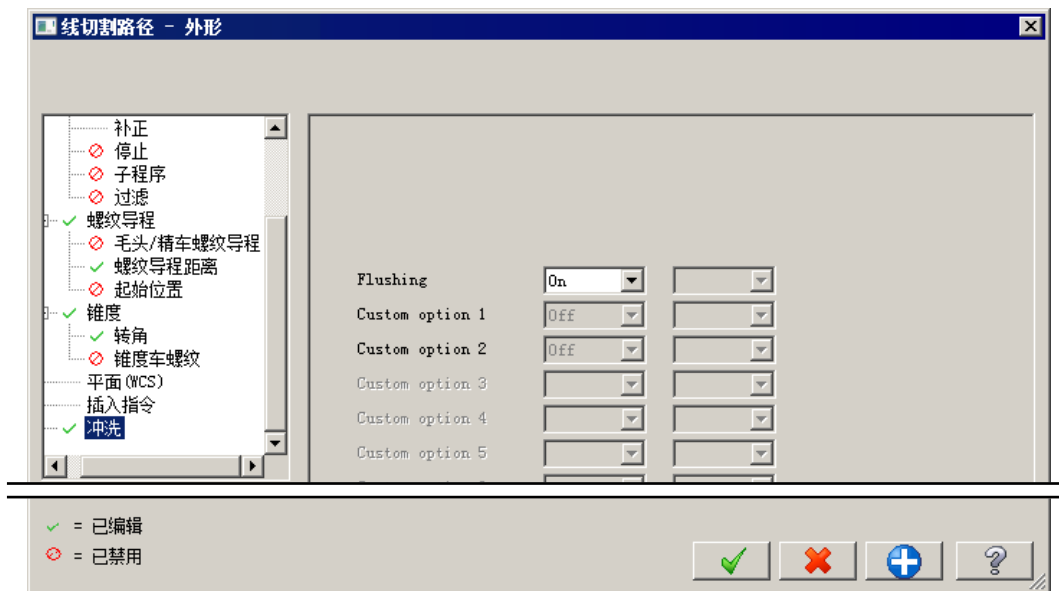

图 9.2.14 “冲洗”设置界面
Step8. 在“线切割路径-外形”对话框的左侧节点中单击 **冲洗** 节点, 显示“冲洗中...”设置界面, 如图 9.2.14 所示, 在 **Flushing** 下拉列表中选择 **On** 选项开启切削液, 其余参数接受系统默认设置值。